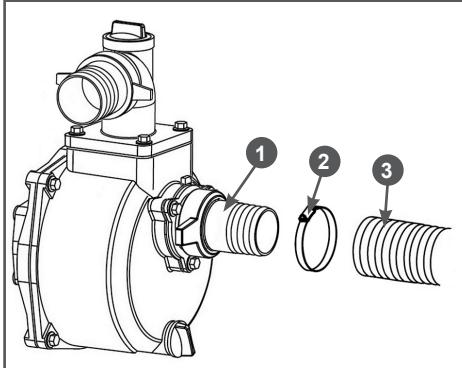

Рис. 11 Установка всасывающего рукава
- Наденьте до упора всасывающий рукав 3 на патрубок 1 и зафиксируйте его хомутом 2 (Рис. 11).